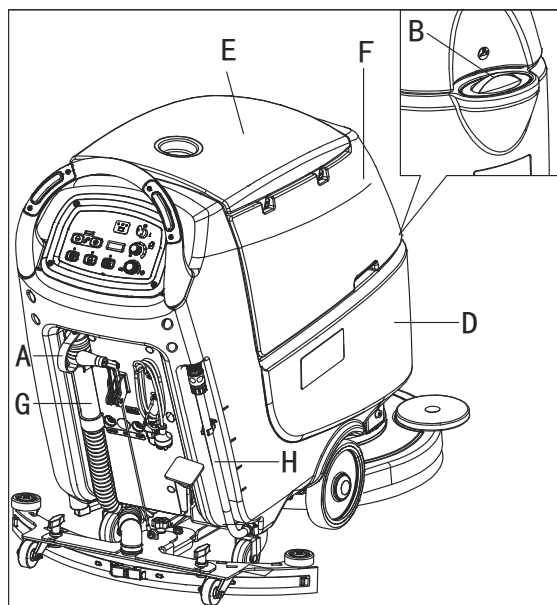

Figura 7
1. Deschideți gura filtrului (B, Figura 7).
2. (Pentru mașini fără Sistem de amestecare substanțe chimice) Utilizați gura de umplere din față (B) și/ sau gura de umplere din spate (H) pentru a umple rezervorul (D) cu o soluție potrivită pentru lucrarea ce urmează a se face. Umpleți până la marcajul de referință "1" de pe furtunul de verificare a nivelului (H). Respectați întotdeauna instrucțiunile de diluare de pe eticheta produsului chimic utilizat pentru prepararea soluției. Temperatura soluției nu trebuie să depășească +104°F (+40°C).